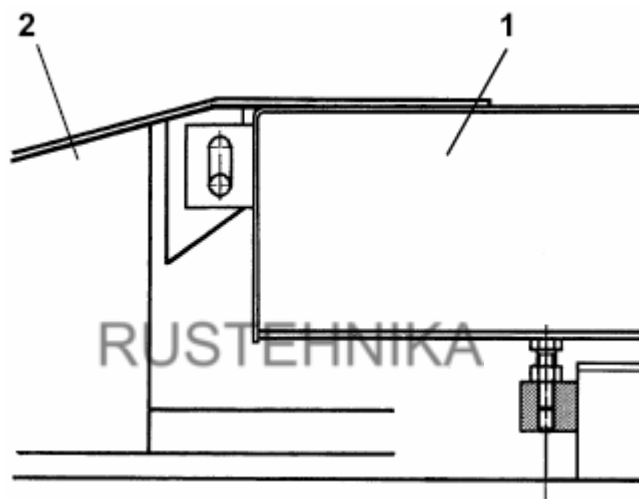

Рис. 33
К рис. 33. Действуйте, как описано в параграфе 4.13, проверяя выравнивание платформ (1) относительно въездных рамп (2).